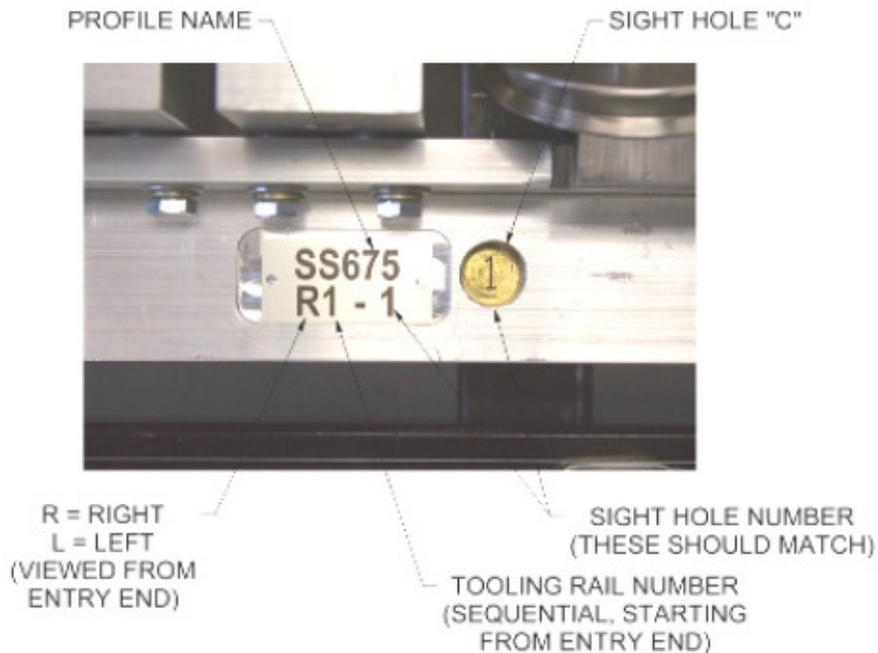

Ilustración 47: Identificación de carril de herramientas.
- Encuentre el carril de herramientas R1 y póngalo en superficie plana encima del carril de montura de lado derecho #1 asegurándose que el número correcto este reflejado en el orificio "C" (Ilustración 47). Hile los dos tornillos de montura en los espacios de los carriles y apriételes manualmente. Jale el ensamble del carril de herramientas hacia la afuera de la máquina hasta que los espaciadores de carril de herramientas "D" haga contacto con la cara del carril de montura. Sosténgalo en su lugar mientras soca los tornillos de montura con una llave de 1/2".